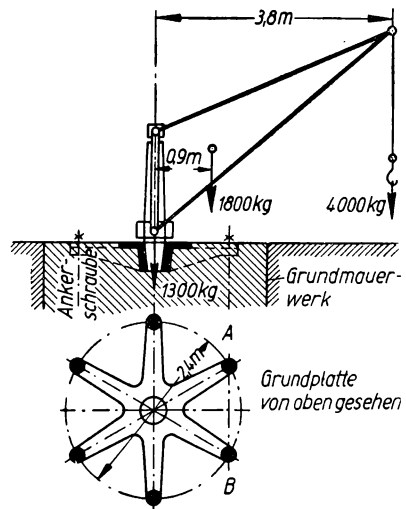

Bild 176
**311.** Die Graugußgrundplatte eines Drehkrans ist als sechsarmiger Stern nach Bild 176 ausgebildet und mit sechs Ankerschrauben auf dem Grundmauerwerk befestigt. Die Nutzlast beträgt 4000 kg, das Eigengewicht des schwenkbaren Auslegers 1800 kg, das Gewicht der Grundplatte mit Säule 1300 kg. Der Kran sucht um die Kante *A B* zu kippen. Die Ankerschrauben, welche dies verhindern, werden hierbei um so mehr auf Zug beansprucht und gereckt, je weiter sie von der Kippkante entfernt liegen, so daß die äußeren Schrauben doppelt so viel Belastung erhalten wie die mittleren. Welche größte Kraft entfällt auf eine Schraube?